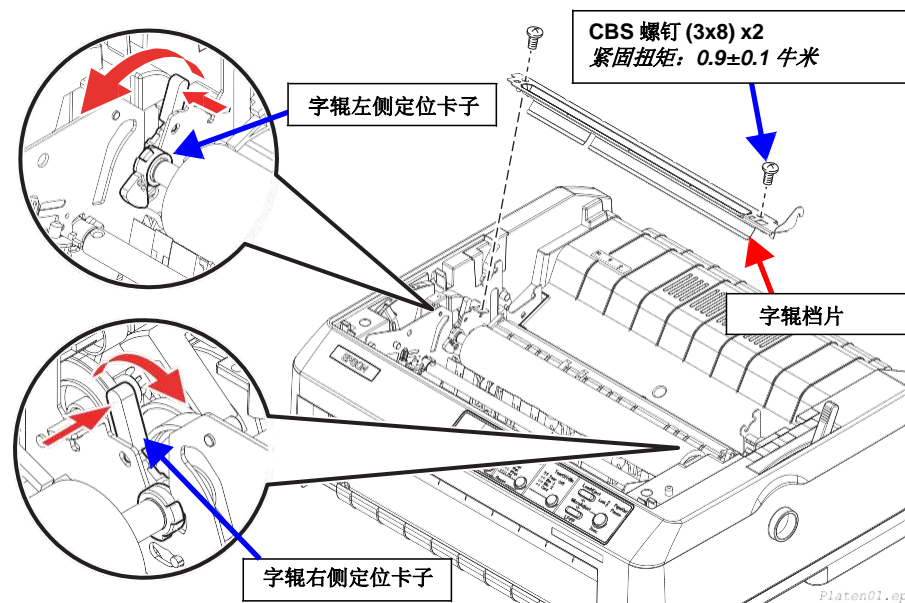

图 4-15. 字辊的拆卸 1
2. 把固定字辊挡片的 2 个 CBS(M3x8)螺钉拆下来。(参见图4-15)